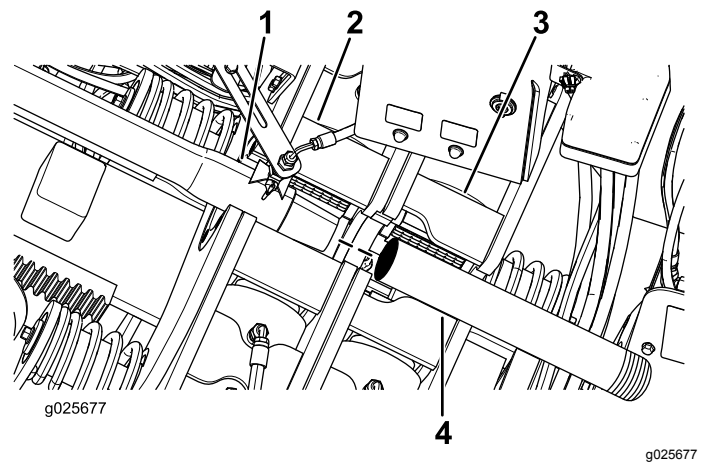

Bild 60
2. Setzen Sie die Führungsstange durch den unteren Schlüssel (stationärer Schlüssel), wie in Bild 60 abgebildet.